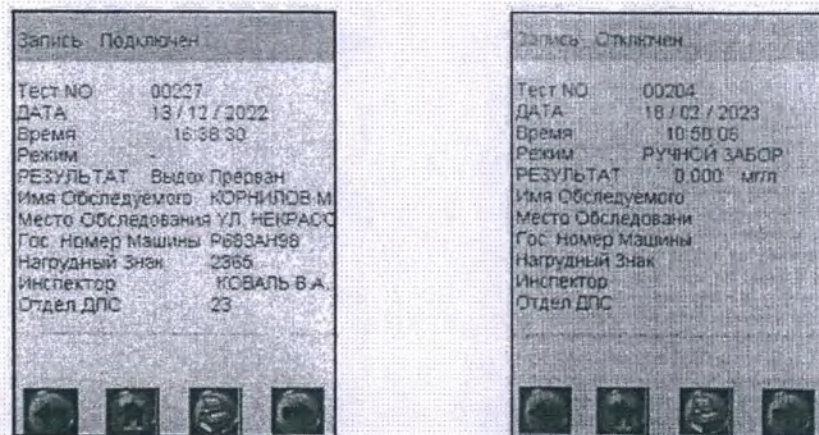
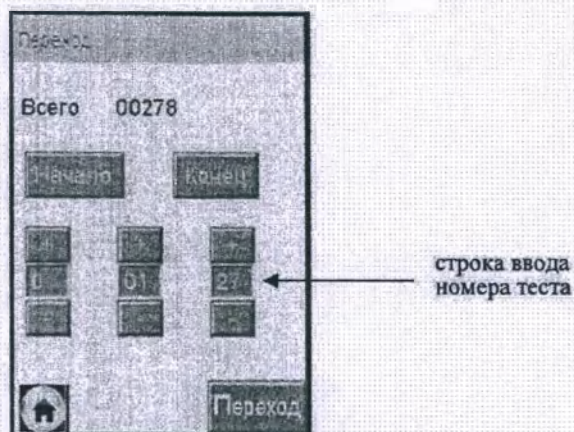

Рисунок 25 – Просмотр памяти тестов
Рисунок 26 – Быстрый переход к требуемому протоколу
На сенсорном экране появится окно «Запись» с протоколом последнего измерения или последнего просмотренного протокола (рисунок 25).
2.13.3 Если измерения производились в режиме измерений с вводом данных, результаты измерений хранятся в памяти совместно с автоматически сохраняемыми данными (согласно 1.4.6 настоящего РЭ) и с данными, введенными в предназначенные для заполнения поля (рисунок 25, слева).
2.13.4 Если измерения производились в режиме измерений без ввода данных, в памяти хранятся только результаты измерения совместно с автоматически сохраняемыми данными (согласно 1.4.6 настоящего РЭ) (рисунок 25, справа).
- находясь в окне «Запись» (рисунок 25), зажмите и удерживайте сервисную кнопку и кратковременно нажмите на кнопку включения/выключения, отпустите обе кнопки; на экране появится окно перехода к требуемому протоколу (рисунок 26);